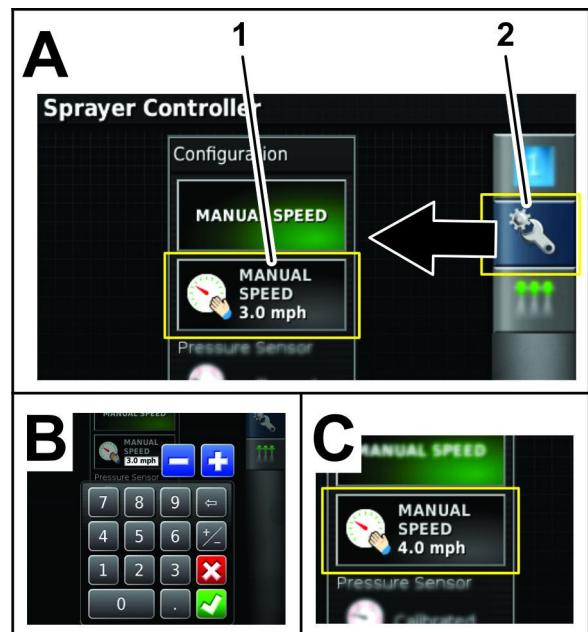

図 97
F. 手動速度入力アイコンを押す図 97。
G. キーボードから散布シミュレーション速度を入力し、承認アイコンを押す図 97。